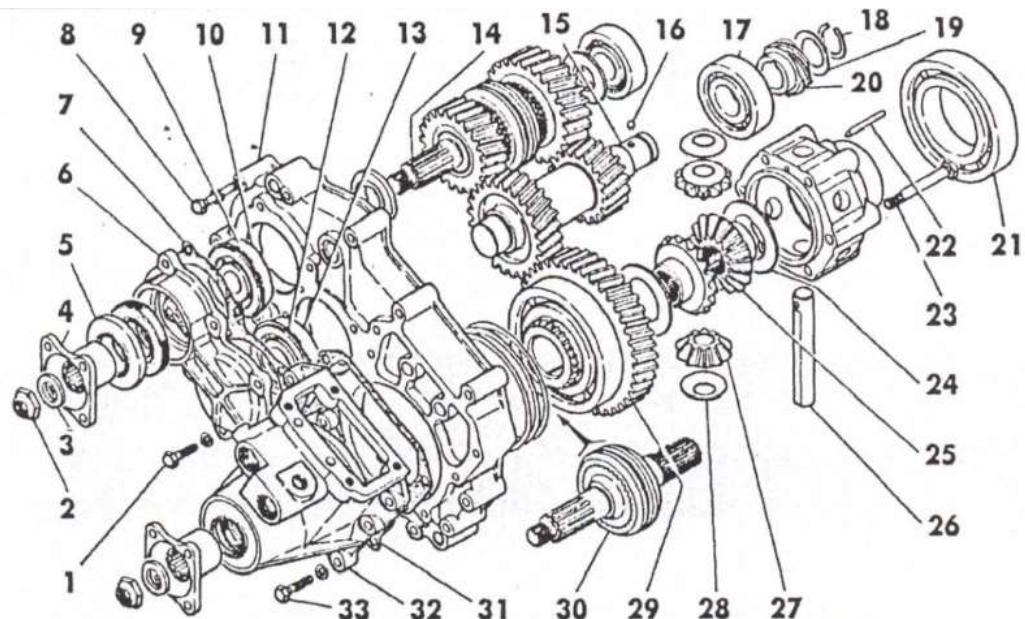

Рис.6.11 Детали переднего картера раздаточной коробки:
- раскернить и отвернуть гайки поз. 2 (рис. 6.11) фланцев, снять шайбы поз. 3 и фланцы поз. 4;